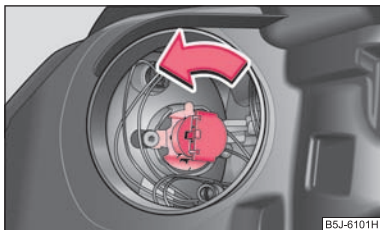

Fig. 170 Demontarea becului luminii de drum
- Rotiți conectorul cu becul spre stânga până la limită ⇒ fig. 170 și scoateți-o.